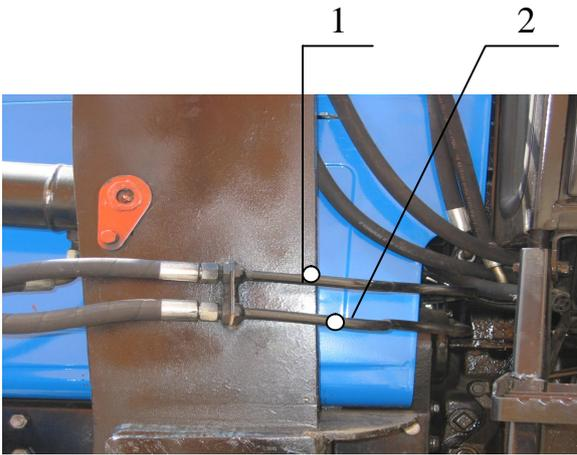

Рисунок 9
- установить жесткие трубопроводы (поз. 1и 2, рис.9 и 10) стреловых гидроцилиндров между двигателем и кабиной трактора и закрепить их на Стойки через крепежные планки;